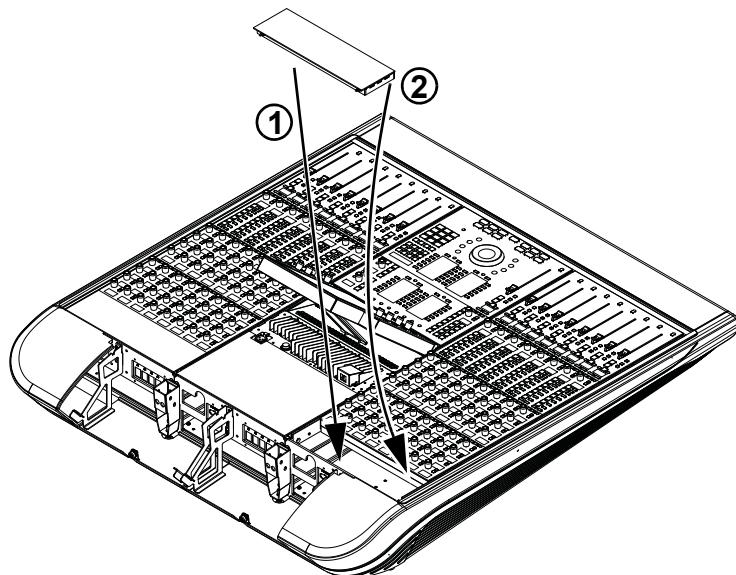

图 37 安装通道压板
- 3 按照一定角度将面板的弹簧一端放在盒架的后端, 并施加足够的压力来压缩弹簧, 然后将压板的前端边缘下压卡入盒架顶部 (见图 37)。